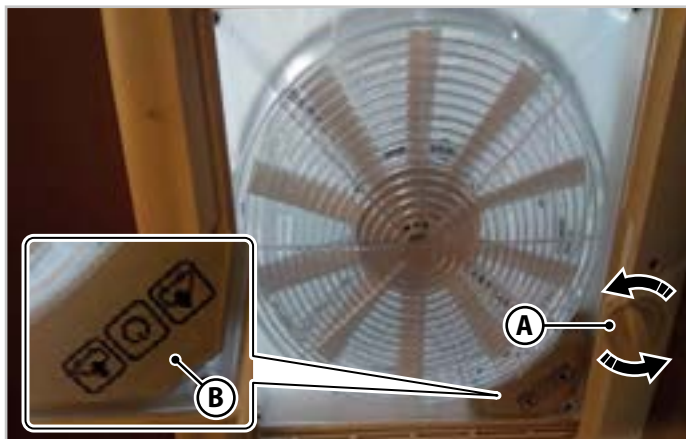

Fig.6.5 - Takluke med hånddratt som kan åpnes
Ved å dreie åpningshåndhjulet (A - Fig.6.5) i begge rotasjonsretninger, heves takvinduet (for åpning) eller senkes (for lukking). Takvinduets åpning kan justeres til en hvilken som helst mellomposisjon.
For å bruke ventilasjons- og sugefunksjonen åpner du takluken med håndhjulet (A - Fig.6.5) og velger ventilasjonsfunksjonen med luftinntak (IN) eller sug (OUT) ved hjelp av tastaturet (B - Fig.6.5).